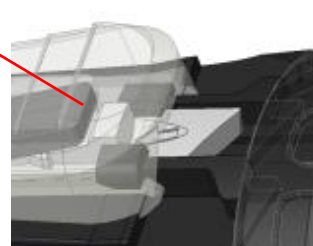

图 3
- 1、用专用工具（没有时可用刀头宽度 ≤ 2.5 的一字螺丝刀代替）往上顶按键下方的锁止装置，接着感受到明显卡顿，说明锁止装置向上移动至内部过盈位并卡住位置（图 3）；